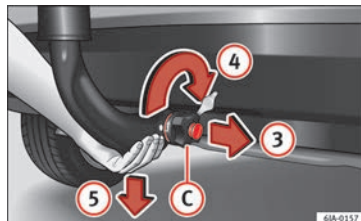

Fig. 201 Desbloquear a barra de cabeça esférica.
- Segure a barra de cabeça esférica por baixo » » **Fig. 201** e com a outra mão retire a roda manual **C** no sentido da seta **3**.